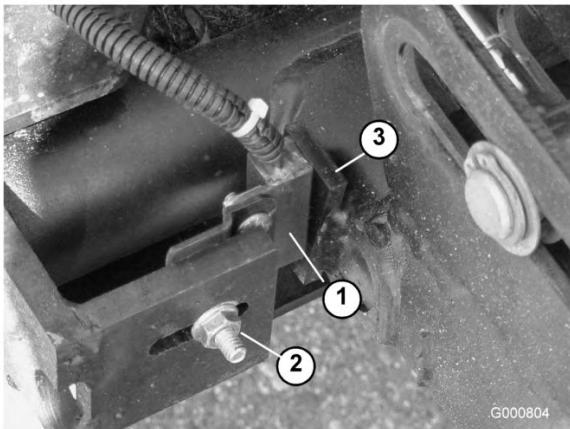

図 77
- 昇降アームのスイッチのブラケットを4番、6番または7番昇降アームに固定しているキャリッジ・ボルトのナット（図 77）をゆるめる。図は4番昇降アームである。